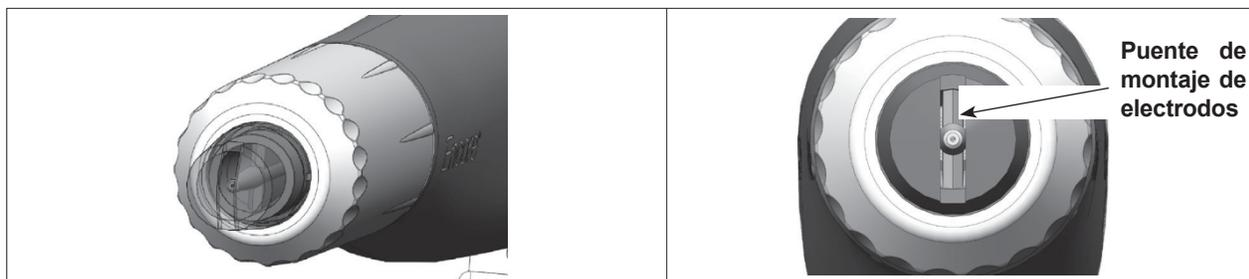

Figura 6 Orientación correcta de la boquilla
4. Véase la figura 6. Instale una boquilla nueva en el conjunto del electrodo. La boquilla está enchavetada en el conjunto del electrodo. No doble el cable de la antena.